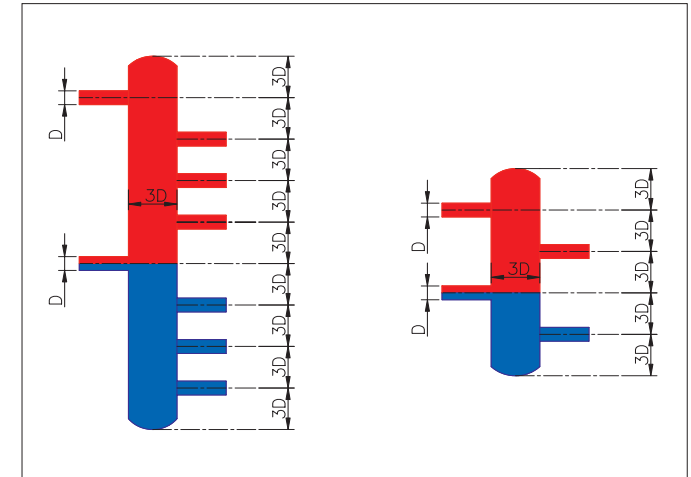

Рисунок 3.
Термогидравлический распределитель и гидравлический разделитель конструктивно представляют собой вертикально установленную перемышку большого диаметра (**рисунок 3**). За счет большого диаметра (по отношению к диаметру трубопровода котлового контура) быстро гасится скорость теплоносителя в термогидравлическом распределителе (или гидравлическом разделителе). Гидравлическое сопротивление такого устройства пренебрежительно мало по отношению к сопротивлению контуров отопления и котла. Таким образом, между котлом и контурами отопления появляется буфер с практически нулевым сопротивлением, то есть контуры отопления никаким образом не будут оказывать влияние на контур котла и расход теплоносителя через котел. Функцию гидравлического разделения котлового контура и контуров отопления выполняют оба этих устройства.
3. Для определения размеров термогидравлического распределителя и гидравлического разделителя необходимо использовать правило 3-х диаметров ( $3D$ ) либо специальное программное обеспечение. Между осями любых двух подсоединений к термогидравлическому распределителю (гидравлическому разделителю) должно быть расстояние не меньше, чем 3 диаметра (**рисунок 3**). Из **рисунка 3** видно, что высота гидравлического разделителя гораздо меньше, чем высота термогидравлического распределителя.